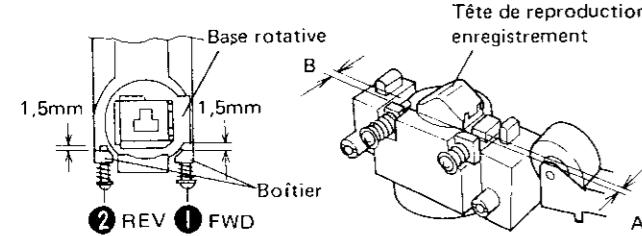

Fig. 12-2 Réglage préliminaire d'azimuth
- Au moyen d'un tournevis, comme il est montré Fig. 12-2 régler l'intervalle A à 1,5mm. entre le logement et la base tournante, en tournant la vis ①.
- Au moyen du même tournevis, régler l'intervalle B à 1,5mm entre le logement et la base tournante, en tournant la vis ②.